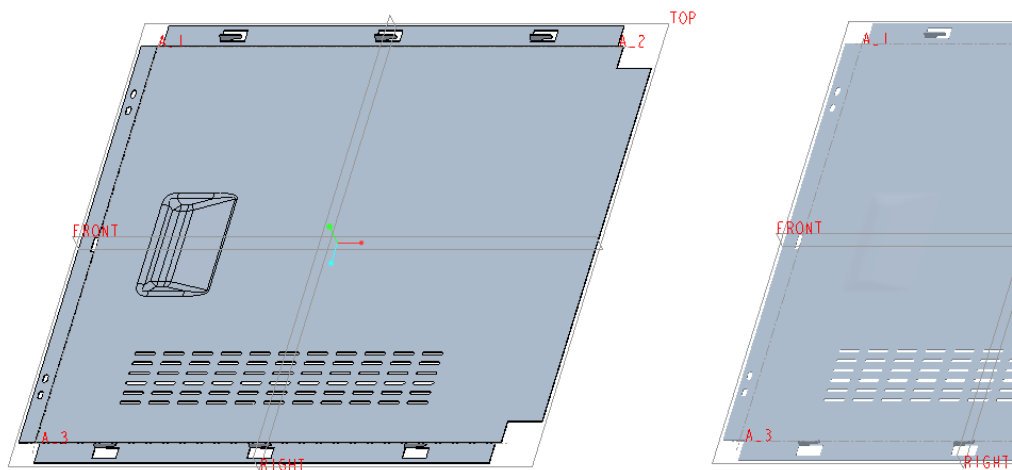

图 6-41 完成凸模成型特征
(8) 单击  (完成) 按钮, 创建好该凸模成型特征的钣金件模型效果如图 6-41 所示。